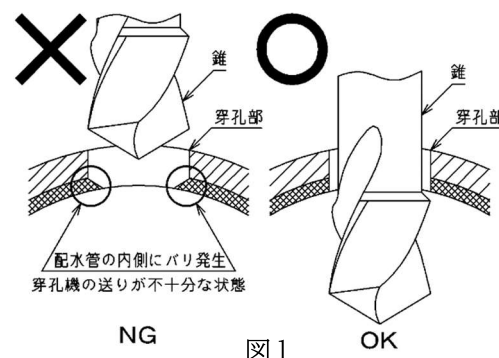

図 1
* _____ の作業を実施しなかった場合(図1)、また、穿孔後のナ